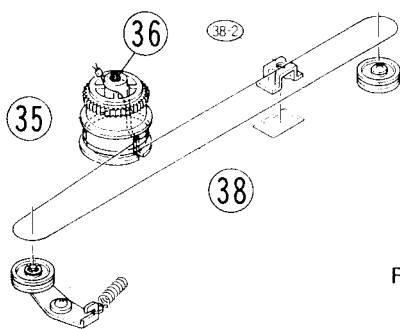
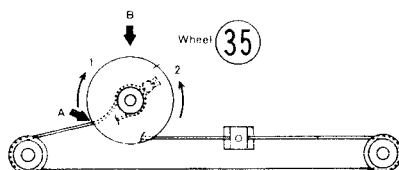

Figure 12
Figure 13
1. Prior to mounting, String K (38) should be rolled two turns by Wheel (35) (Fig. 12).
2. Place the Wheel (35) to the Shaft (36), and rotate the wheel clockwise until the starting point of the wire (slit on pulley) comes to the Point A (Fig. 13).
3. Rotate the wheel then counterclockwise until the point A comes to the point B. This position will correspond to the most left possible location of Bracket K (47).
4. Place the Guide (38-2) to the depressed part on case bottom (Fig. 12).
1. String K (38)を取り付ける前に、ホイール(35)にワイヤーを2回巻いておく。(図12)
2. ホイール(35)をシャフト(36)に差し込み、時計方向に回転させてワイヤーが出ている部分(プーリー上の切れ目)を図のA点に合わせる。(図13)
3. 次にホイールを反時計方向に回転させA点をB点に合わせる。この位置においてブラケットK (47)は最も左側に寄る事になる。
4. ガイド(38-2)をケースボトムのかぼみに装着する。(図12)